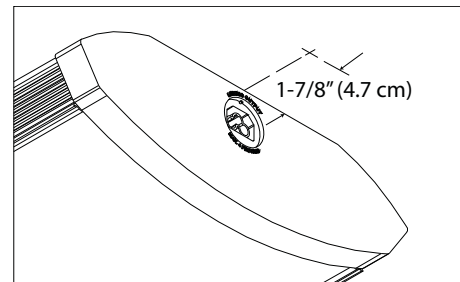

Figure 5
11) To remove plug cover (9)- gently insert flat blade screwdriver into slot on either side of cover. Gently pry upward on plug to remove.
12) Insert Row Connector (13) into installed fixture until fully installed.
14) To mark location for first mounting screw- From the end of the installed fixture, measure 1-7/8" (4.7cm) and mark point on ceiling that is on center with installed fixture.- See Fig 5
12) Insérez le connecteur (13) en série dans le luminaire installé jusqu'au fond.
14) Pour marquer l'emplacement de la première vis de montage depuis les extrémités du luminaire installé, mesurez 4.7 cm (1-7/8 po) et marquez ce point sur le plafond, au même niveau que le centre du luminaire installé (voir figure 5). Depuis ce point, mesurez 53.5 cm (21-1/16 po) afin de situer le prochain emplacement de vis. Ajoutez une marque au plafond.